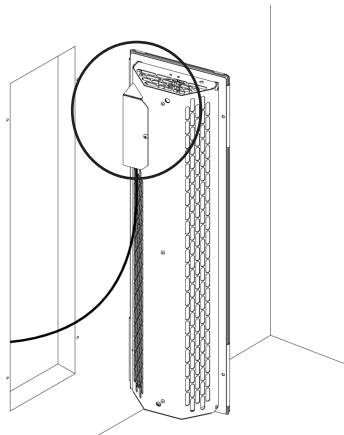
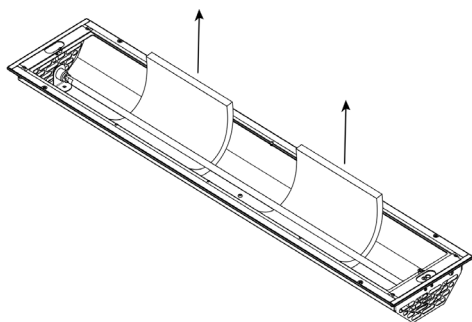

Abb. 2: Anschlusskasten oben
Abb. 5: Transportsicherung entfernen
- Für eine korrekte Funktion der Thermosicherung muss bei senkrechter Montage (z.B. Rückenstrahler) der Anschlusskasten des Strahlers oben sein (siehe **Abb. 2**).
Beachten Sie **Abb. 2** und **Abb. 5**.